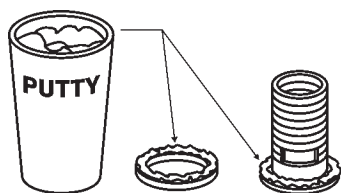

figure 9
6. Appliquer du silicone transparent ou du mastic de plombier autour du corps de drain et le faire passer à travers le trou de drainage (figure 9).
7. Appliquer du mastic de plombier sur la rondelle et la faire glisser sur le bas du corps de drain (figure 9).